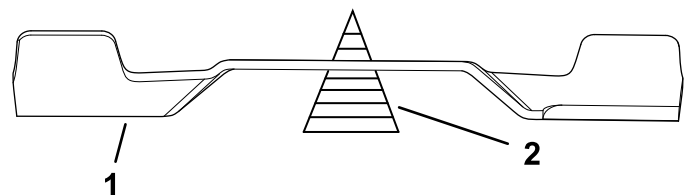

Bild 107
2. Prüfen Sie die Auswuchtung des Schnittmessers auf einer Ausgleichmaschine (Bild 107).